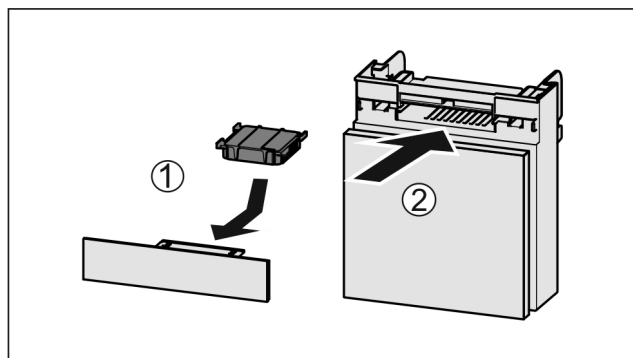

Fig. 186
- Anbring aktivkulfilteret som vis på billedet Fig. 186 (1).
- Skub rummet ind Fig. 186 (2).